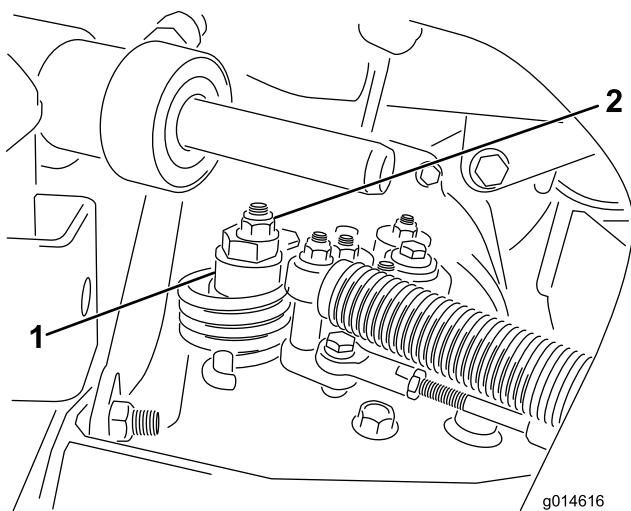

Figura 47
- A. Liberte a porca que fixa o disco excêntrico ao cima do hidróstato (Figura 47).
- C. Rode o disco excêntrico até eliminar a deslocação em qualquer um dos sentidos. Quando a roda deixar de rodar, aperte a porca, bloqueando deste modo o disco excêntrico e fixando a posição de ajuste (Figura 47). Verifique se o ajuste é o adequado colocando o regulador nas posições SLOW e FAST.